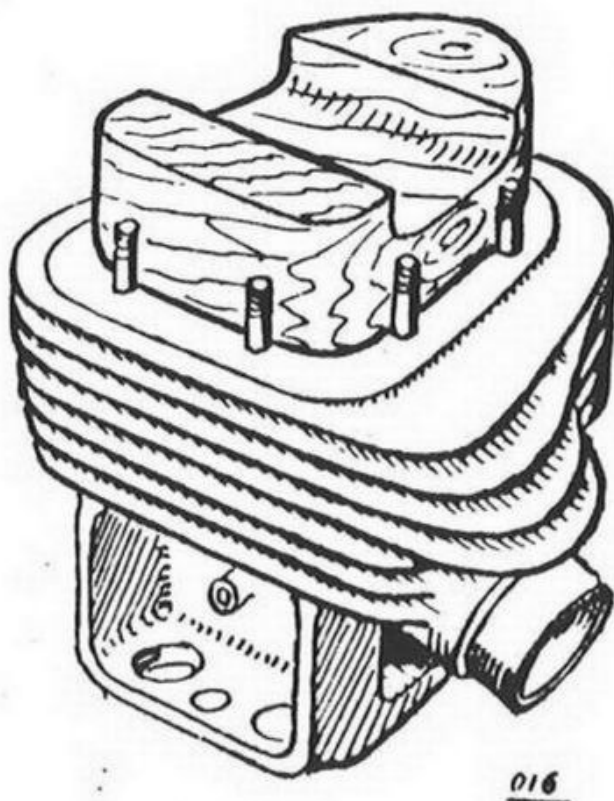

Fig. 71 - Tassello per sostenere il cilindro durante il cambio della camicia
- 2) *Preparare* un tassello di legno duro, perfettamente piano, che vada a combaciare con la parte superiore, occupando tutta la zona circondata dai prigionieri, e di altezza tale che sporga al disopra di essi (v. fig. 71).